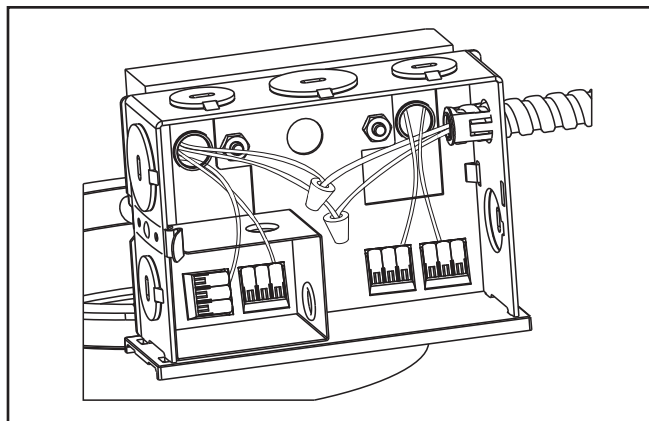

Figure 14
2. Retirez le couvercle de la boîte de jonction (Figure 14).